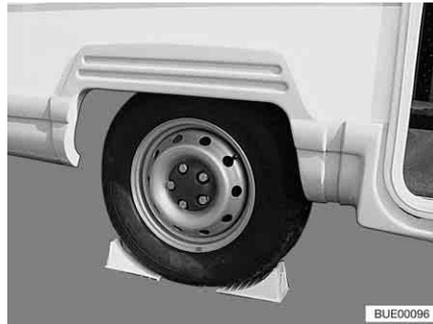

Fig. 283 Bloquer le véhicule
- Placer des cales de roues ou autres objets similaires contre la roue d'en face pour bloquer le véhicule (Fig. 283).